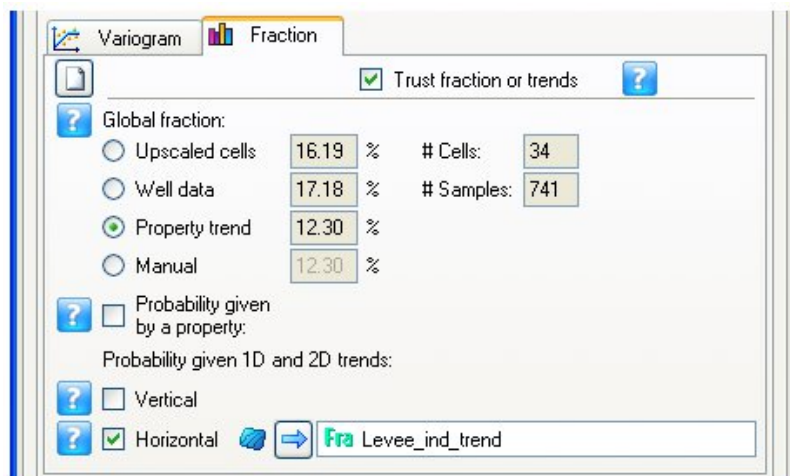

Рисунок 20. Окно Probability given 1D and 2D trends
• *Probability given 1D and 2D trends* (вероятность, заданная 1D и 2D трендами) (рис. 20).